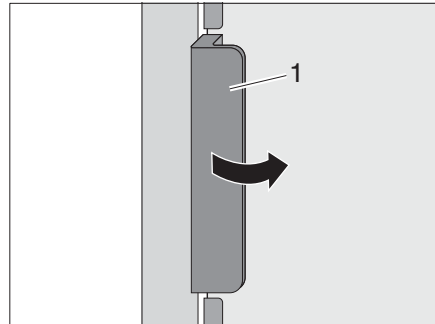
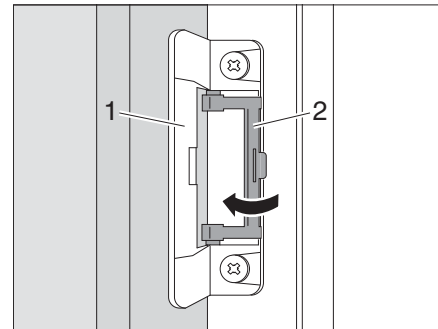

Fig. 279 Ouvrir la porte du réfrigérateur
Fig. 280 Bloquer la position de ventilation
- Ouvrir la porte du réfrigérateur avec la poignée (Fig. 279,1). Le verrouillage (Fig. 280,1) sera débloqué automatiquement.
- Rabattre le dispositif de blocage (Fig. 280,2).